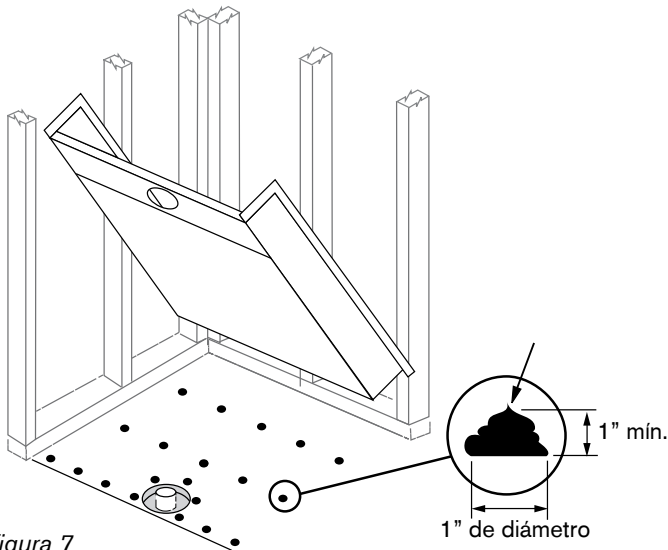

Figura 7
- 13 Coloque el plato en la cavidad y sosténgalo mientras aplica la resina epoxi. Coloque porciones gruesas (mínimo 1" de alto) siguiendo el patrón que marcó en el piso. La resina epoxi llenará el vacío tanto para asegurar el plato como para ayudar a sostenerlo. (Figura 7)